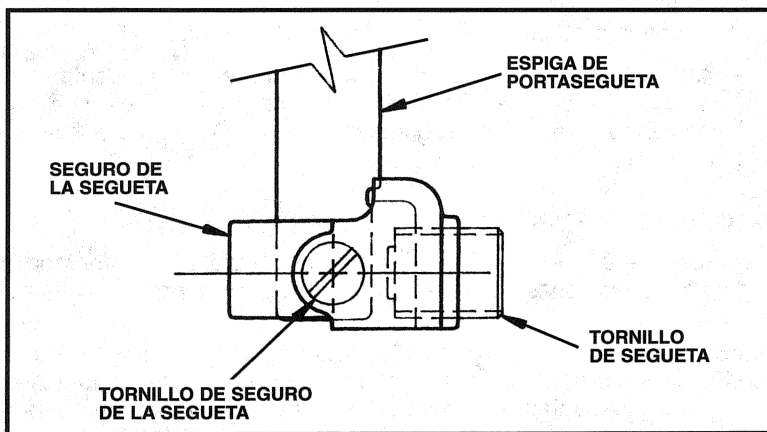

Fig. 3
3. Afloje el tornillo de segueta, Fig. 3, aproximadamente dos vueltas con un destornillador.
1. Afloje el tornillo de segueta, Fig. 3, aproximadamente dos vueltas. Afloje el tornillo del seguro de la segueta entre seis y ocho vueltas y quite el seguro.
TOME NOTA: El seguro se puede recolocar para aceptar las seguetas "Gancho" de Porter-Cable al repetir números 1 y 2 y colocarlo como está indicado en la Fig. 3. Hay que apretar bien el tornillo del seguro al usar las seguetas de "Gancho".